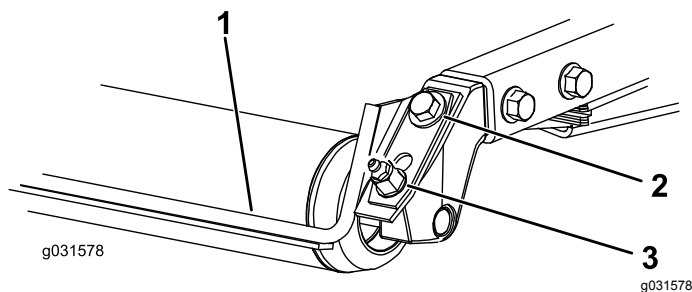

Figura 10
- Allentate il raccordo d'ingrassaggio e la vite di montaggio (Figura 10).